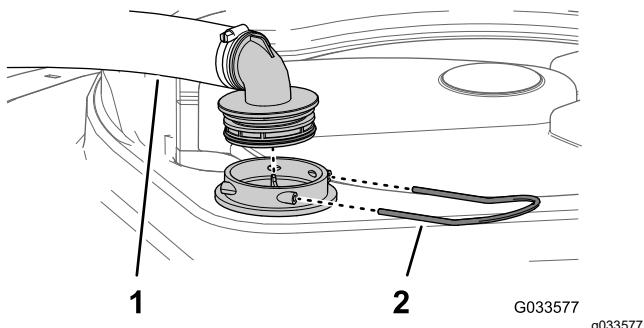

图 112
2. 在打药机药缸的顶部拆下固定从过滤器外壳连接至大软管的软管接头的卡环图112。
3. 从过滤器外壳上拆下软管和软管接头图112。